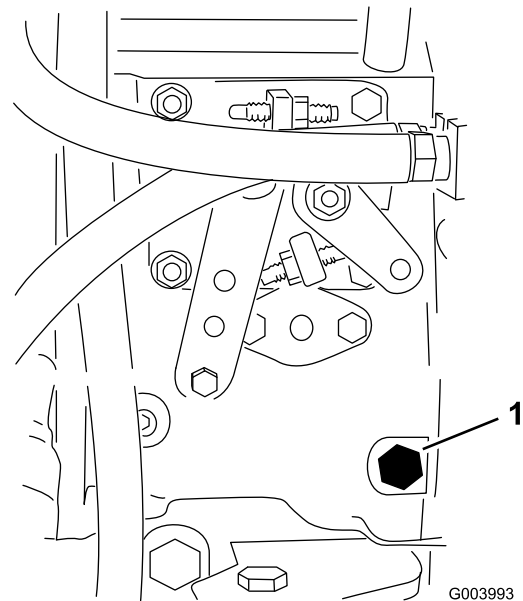

Figure 22
3. Desserrez la vis de purge sur la pompe d'injection (Figure 22) à l'aide d'une clé de 12 mm.